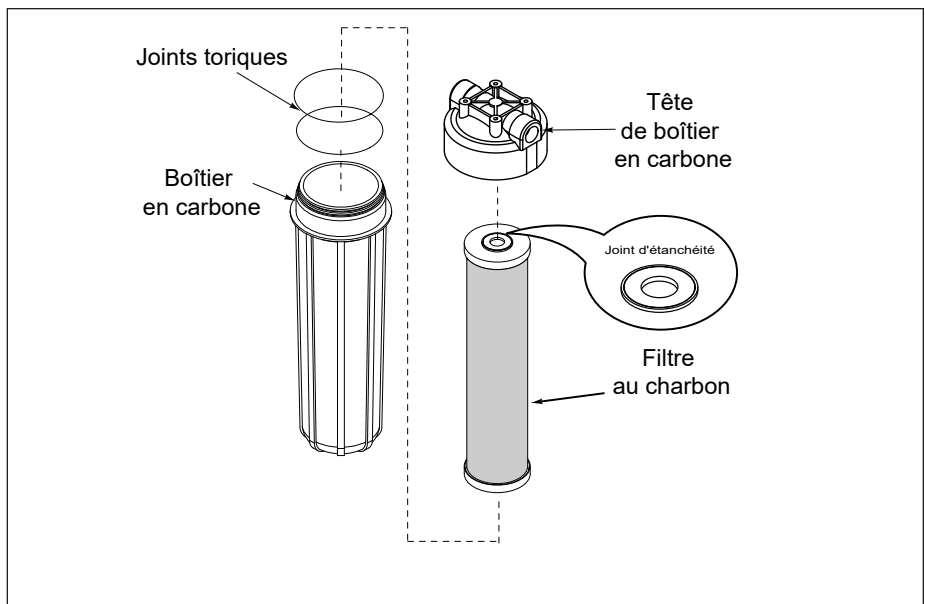

Figure 9. Filtre au charbon
3. Enlevez le boîtier du filtre au charbon (Figure 9).
5. Inspectez le joint torique sur le boîtier du filtre au charbon (Figure 9). Remplacez le joint torique s'il est fissuré, tordu ou manquant.